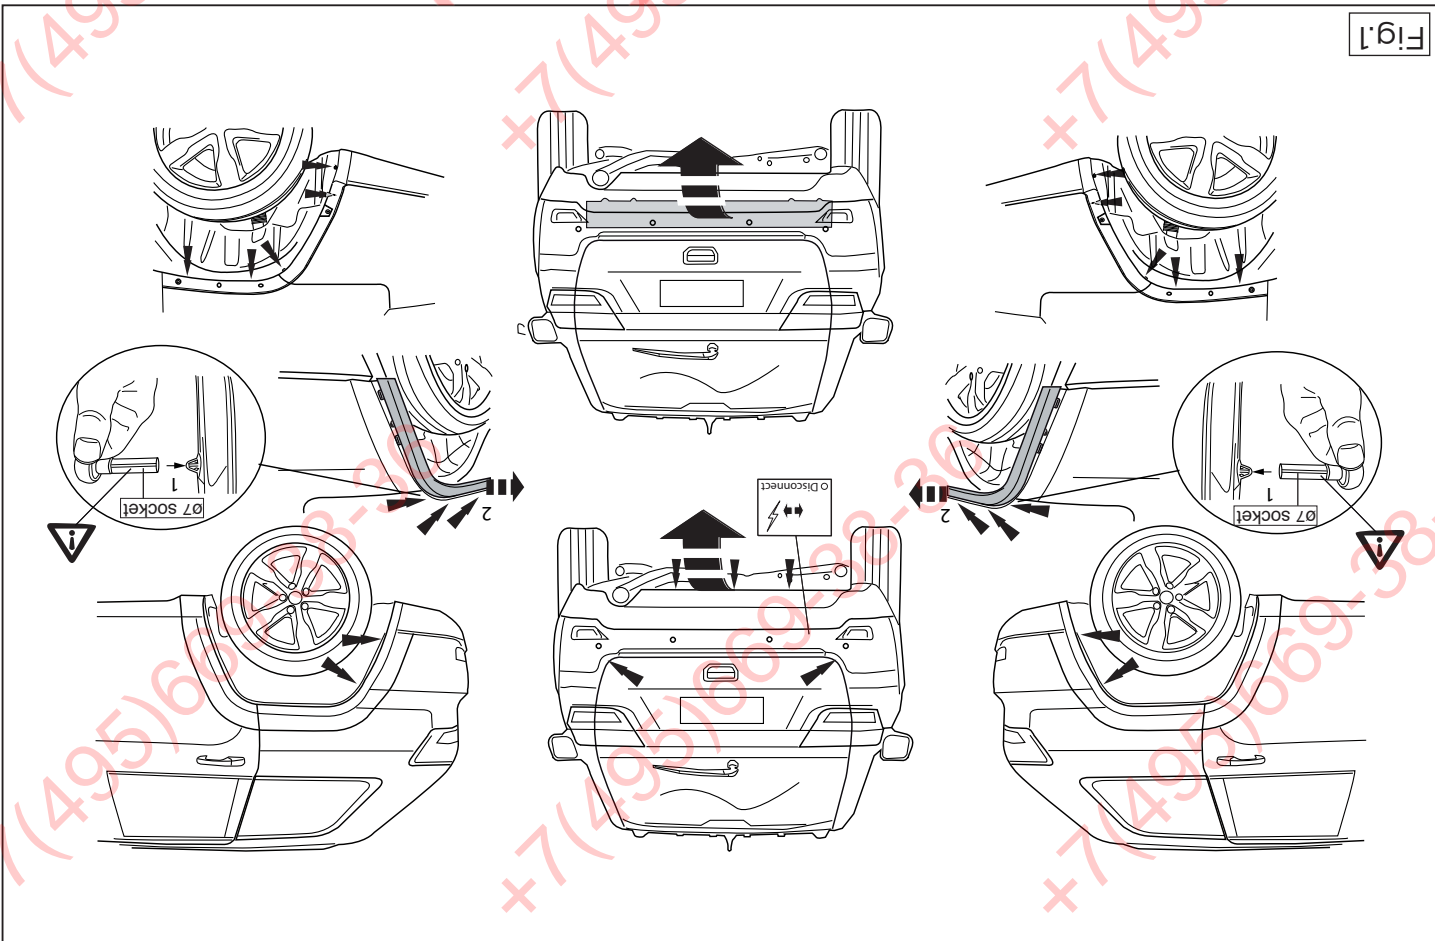

Fig.1
1. Demonteer de bumper inclusief de stalen stootbalk van het voertuig, de stootbalk wordt niet meer gebruikt. (zie fig. 1)
1. Remove the bumper and the steel buffer beam from the vehicle. The buffer beam will no longer be needed. (see fig. 1).
benötigt. (siehe Fig. 1).
1. Déposer le pare-chocs du véhicule y compris la traverse en acier ; la traverse ne sera plus utilisée. (voir la fig. 1).
1. Retirar el protector delantero del vehículo, incluyendo la barra de acero; la barra no será utilizada. (ver fig. 1).
1. Demontera stötfångaren inklusive stötranden av stål från fordonet, stötranden förfaller. (se fig. 1).
1. Demonter kofangeren, inklusive køretøjets stålstødbjælke. Denne bliver overflødig. (jævnfør fig. 1).
1. Снять бампер вместе со стальным буферным брусом автомобиля; буферный брус больше не понадобится. (См. рисунок 1).